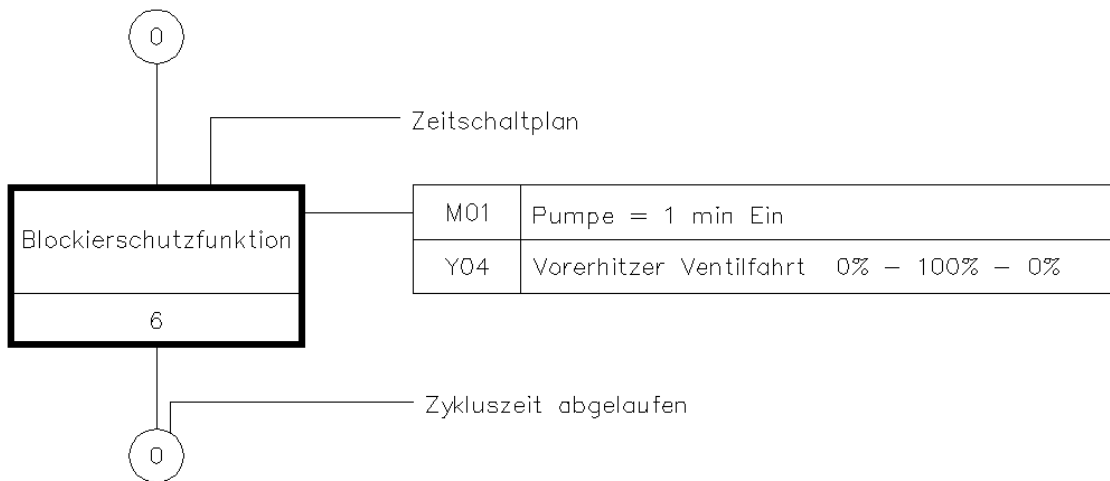

Bild 1.28 – Die Darstellung des Blockierschutzes
- Die beiden Aktionen hingegen definieren Sie jeweils mit entsprechenden *Aktoren*. Die endgültige Anordnung entnehmen Sie Bild 1.28.